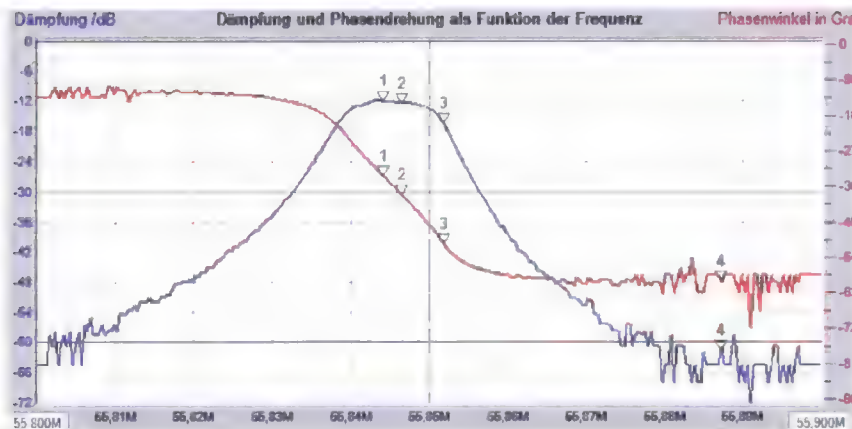

Рис. 2.13
серии ЕС24). Но так как она "перекомпенсирует" средний резонатор, пришлось для восстановления плоской вершины АЧХ установить конденсаторы $C6 = C7 = 15$ пФ, а также немного подкорректировать ёмкость конденсаторов $C1$ и $C4$. Импеданс фильтра и F_Φ практически не изменились. На частоте 35(70) МГц можно начать подборку катушки индуктивности $L2$ со значения 3,3 (0,68) мкГн. В итоге АЧХ получилась, как показано на рис. 2.13.